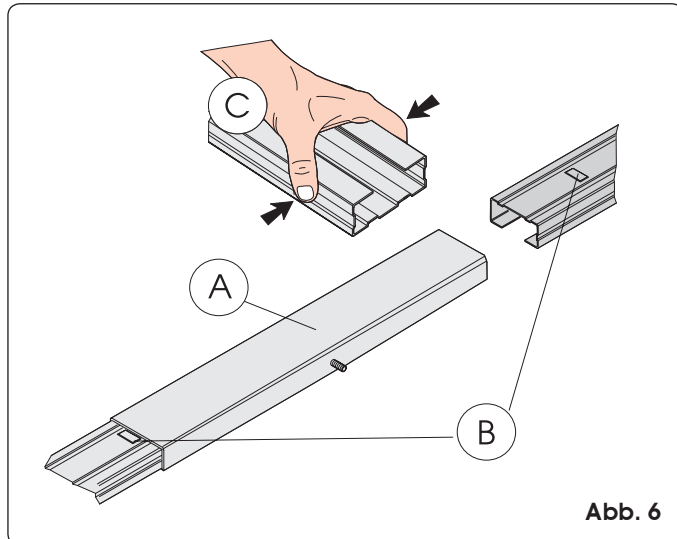

Abb. 6
- 1) Die beiden Teile der Gleitführung zusammenbauen und hierfür in die mittlere Verbindung (Abb. 6 Bez. A) bis zum Anschlag der Bezugsmarkierungen aus Metall einführen (Abb. 6 Bez. B). Zur Erleichterung des Einsatzes der Gleitführung wird empfohlen, diese in die mittlere Verbindung einzusetzen und laut Angaben in Abb. 6, Bez. C, zusammenzudrücken. Keine Werkzeuge verwenden, die die Führung oder die Verbindung